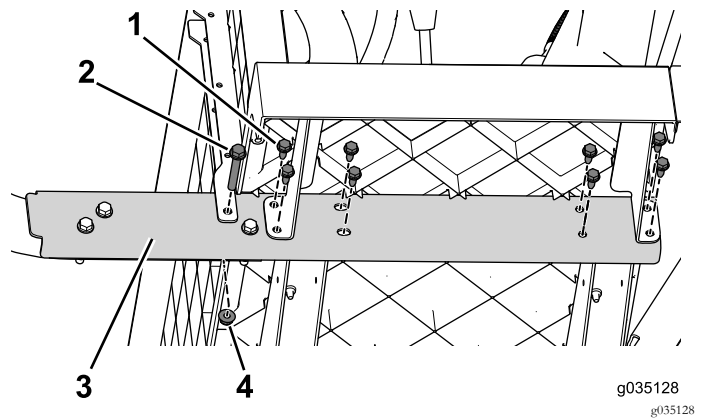

Figure 65
3. Retirez les boulons à embase (3/8" x 2 1/2") et les écrous qui fixent le longeron à la machine (Figure 65). Procédez de même des deux côtés de la machine.
4. En progressant de l'avant vers l'arrière, retirez les boulons à embase (5/16" x 3/4") qui fixent le longeron à la machine (Figure 65). Procédez de même des deux côtés de la machine.